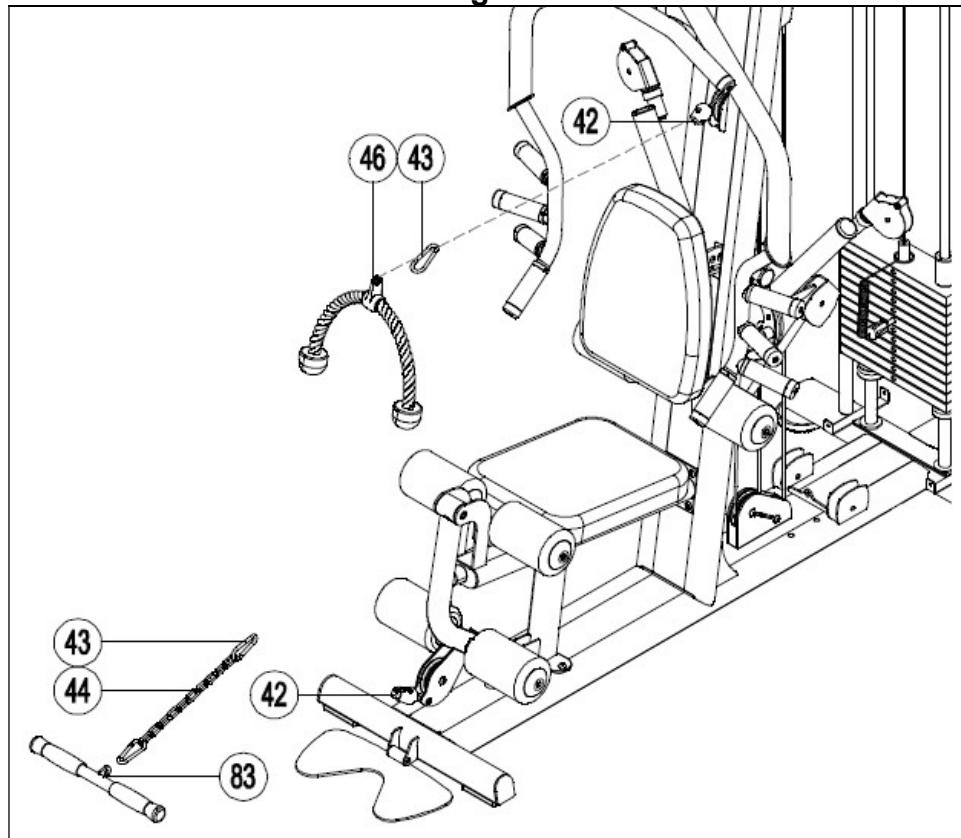

Fig.25
25.- Pase el extremo del cable (40) con la tuerca por el muelle (45) y fíjelo en el conjunto (22), Fig.25.
Fije la polea (32) en el soporte (25) usando el tornillo (109), la arandela (11) y la tuerca (10), Fig.25.
Pase el cable (40) por la polea, enganche con el mosquetón (43), Fig.25. Enganche a la estructura (1) con el otro mosquetón (43), Fig.25.